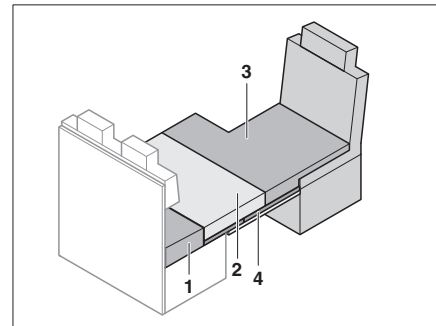

Bild 195 Nach dem Umbau
- Zusatzpolster (Bild 195,3) auf den Fahrersitz legen.
- Sitzpolster (Bild 195,2) auf die Notbettunterlage legen.